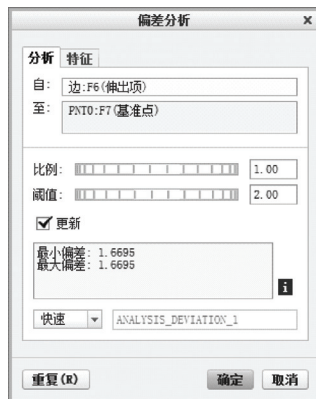

图 12-46 “偏差分析”对话框
STEP 04 执行上述操作后，即可分析偏差，并在“偏差分析”对话框中显示几何模型的偏差参数，如图 12-46 所示。